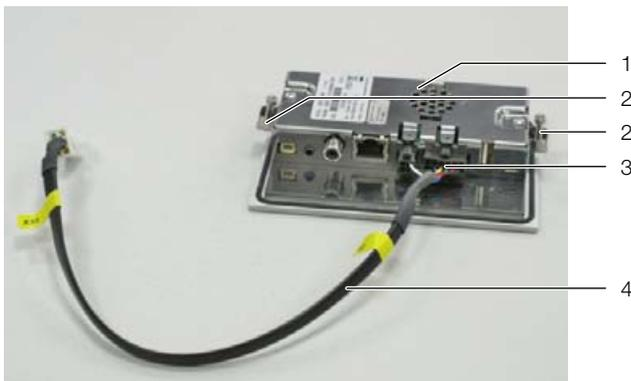

Abb. 36: Vorbereiten des Displays
- Setzen Sie die Befestigungsklammern mit den Schrauben (Abb. 36, Pos. 2) links und rechts in das Display ein.
- Stecken Sie das Anschlusskabel (Abb. 36, Pos. 4) unten am Display (Abb. 36, Pos. 3) ein.